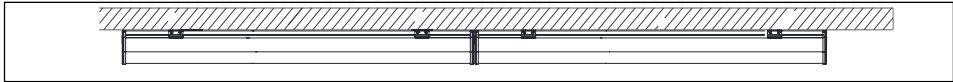

Рис. 2
- Осветительные приборы по умолчанию оснащены сквозной проводкой для подключения в линию, с помощью гибкого соединительного кабеля (рис. 1) или с помощью наружных разъемов для жесткого соединения (рис. 2).